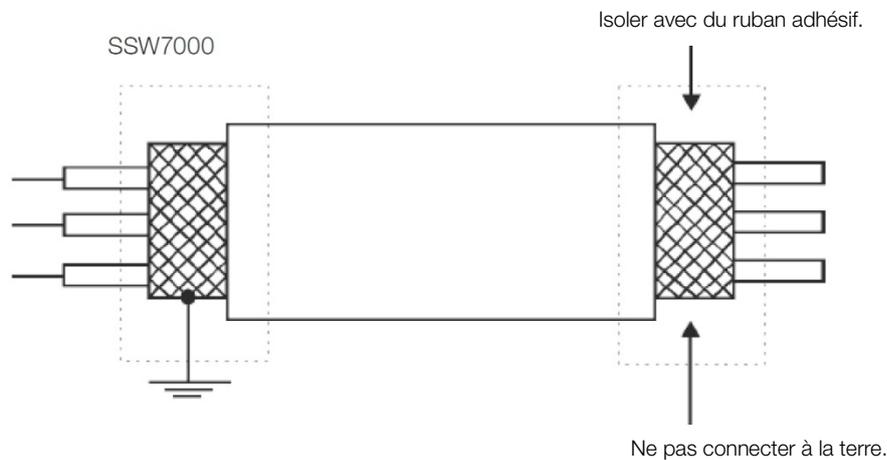

Figure 5.38: Raccordement de blindage
- La Figure 5.38 présente le raccordement du blindage. Se référer à l'exemple de raccordement de blindage présenté dans la Figure 5.39.